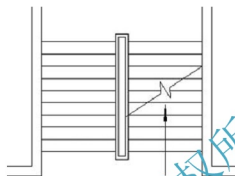

图 2.126 绘制出行箭头端部
(7) 在指定下一点或 [圆弧(A)/闭合(C)/半宽(H)/长度(L)/放弃(U)/宽度(W)]: 提示下, 将光标垂直向上拖动, 输入“400”后按 Enter 键, 表示垂直向上绘制长度为 400mm 的多段线。
上面通过 (4) ~ (7) 步绘制了一条起点宽度为 80mm、端点宽度为 0mm、长度为 400mm 的多段线, 即上行箭头的端部, 结果如图 2.126 所示。